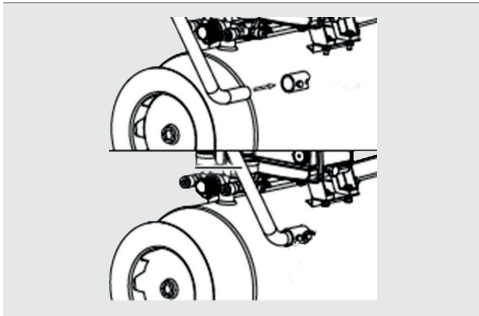

Abb. 3: Montage des Transportgriffes (Abb. modellabhängig)
2. Befestigen Sie mit einem Inbusschlüssel (M5) anschliessend den Griff, wie in der Abb. 3 dargestellt, mit den beiden Schrauben am Kessel.